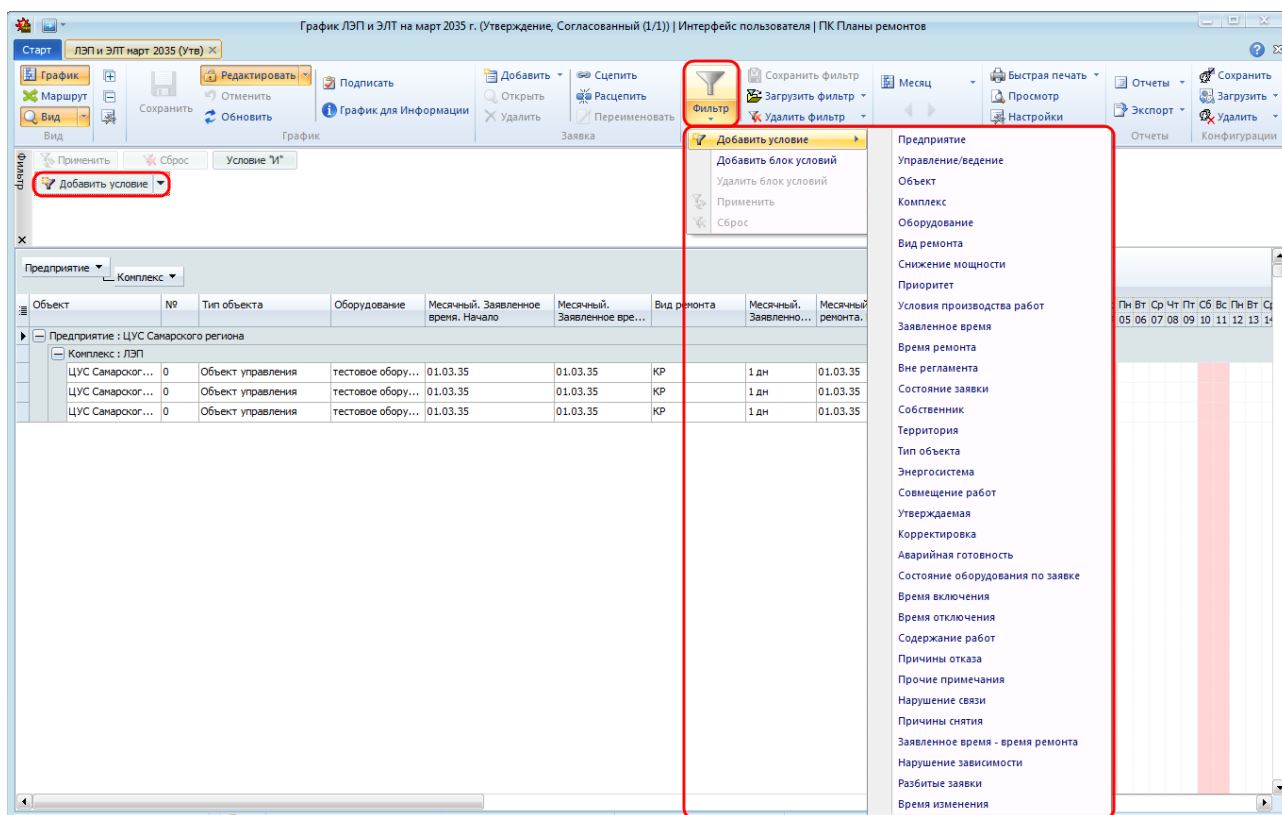

Рисунок 10.16 – Добавление условия
**Добавить условие»** (Рисунок 10.16).